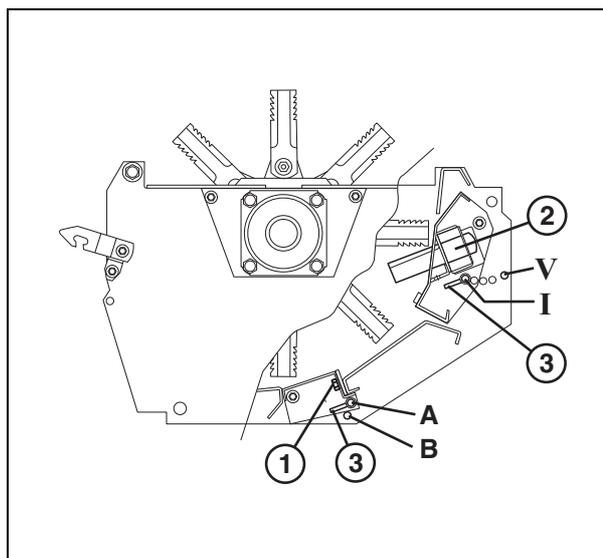
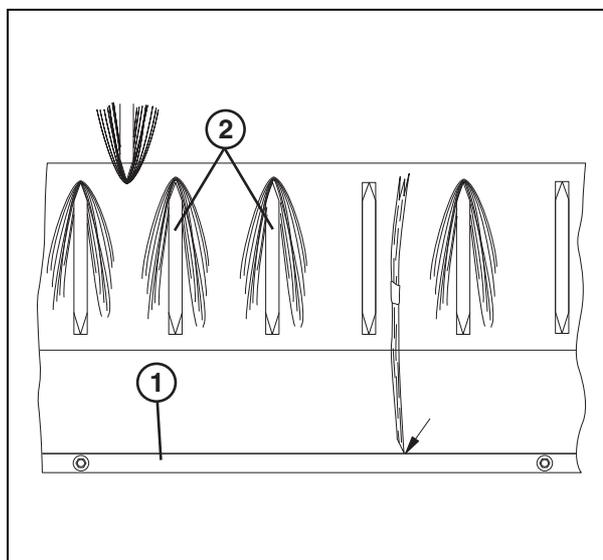

Рисунок 24
Рисунок 25
(Рис. 24) и (Рис. 25)
Пшеница, рожь, ячмень и овес: Поперечная штанга (1) должна быть в положении А, а фиксированный нож (2) в положении I, II или III, в зависимости от требуемой длины измельчения и содержания влаги в культуре. В положении I прикладывается большее усилие, и влажная культура может застрять в фиксированных ножах, в результате чего возрастает расход энергии. Если солома начинает застревать в фиксированных ножах, ножи следует повернуть вниз на одну или две позиции. Если фиксированные ножи (2) повернуты вниз, скошенная масса проскальзывает по ножам и легко измельчается, (Рис. 25). Вместо поворота фиксированных ножей на одну позицию вверх рекомендуется использовать поперечную штангу. Применение поперечной штанги требует меньшего расхода энергии и улучшает качество измельчения в большей степени, чем поворот фиксированных ножей на одно положение вверх из положения II в положение I. Улучшение качества измельчения потребует большего расхода энергии, что может повлиять на производительность комбайна. Очень важно правильно отрегулировать соломорезку с учетом, как эффективности измельчения, так и производительности комбайна.